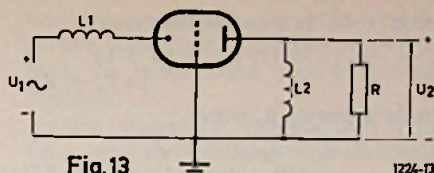

Fig. 13
3. In het schema van fig. 13 is de triode normaal ingesteld (voedingsbronnen zijn weggelaten). Hierbij is de versterkingsfactor 24 en de inwendige weerstand 10 k Ω . Verder is $R = 10$ k Ω en $L_1 = L_2 = 2$ mH.